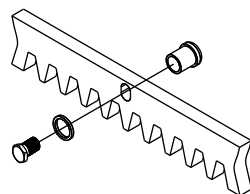

Fig. 6
5.2. Fijar en cada elemento de cremallera las lengüetas de soportar mediante los relativos tornillos de bloqueo, teniendo cuidado de posicionarlos en la parte superior del ojal. (Fig. 6);